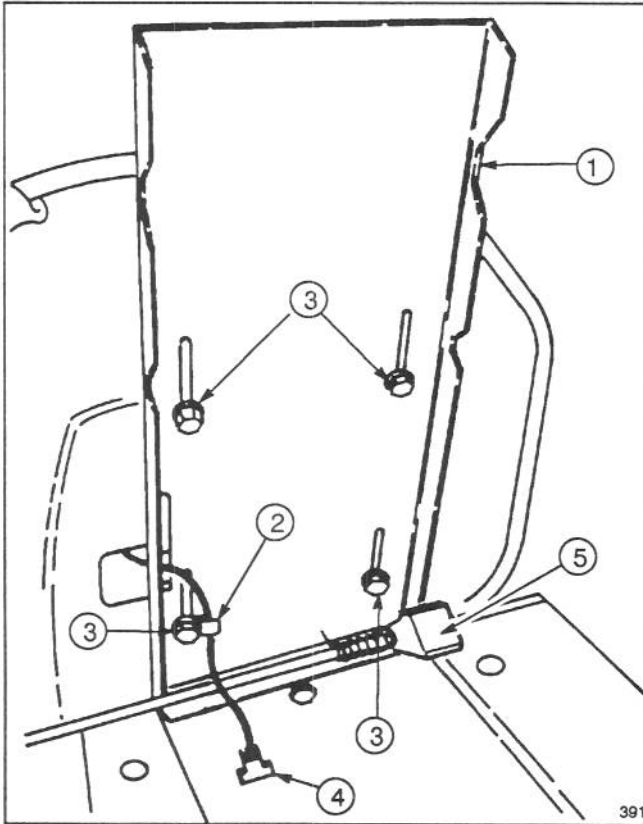

Figure 1
1. Placer le siège sur le socle, insérer le câble de la commande dans la fente et aligner les orifices de montage (Fig. 1).
2. Glisser la pince à câble sur le câble de la commande du siège (Fig. 1).
3. En se servant de la fente de montage arrière gauche du socle, fixer sans serrer la pince du câble et le siège sur le socle avec un boulon à tête et une rondelle de blocage (Fig. 1).
4. Monter le siège sur le socle à l'aide des (3) boulons à tête et rondelles de blocage restants.
1. Relever le siège pour révéler la batterie. Un verrou de support du siège situé sous le siège empêche celui-ci de se rabattre pendant le travail sur la batterie (Fig. 1).